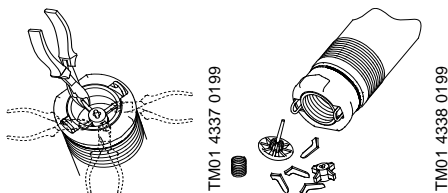

Fig. 7
1. Tagliare il supporto della sede valvola con una pinza tagliafilii o attrezzo simile, vedere fig. 7.